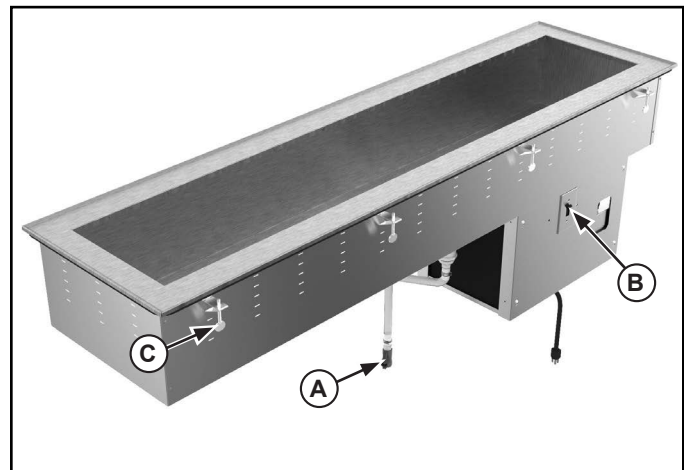

Figure 1. Caractéristiques et commandes
5. Serrez progressivement les vis à oreilles (C) et en alternance pour compresser uniformément le joint. Voir la figure 1. Le joint doit créer un espace égal entre le compartiment et la surface de fixation.
1. Vérifiez le robinet de vidange (A) pour vous assurer qu'il est en position FERMÉE pour éviter la vidange d'eau. Voir la figure 1. Le robinet est en position FERMÉE quand la poignée du robinet forme un T avec le corps du robinet.
3. Placez l'interrupteur (B) en position Marche. Cet appareil n'a pas de thermostat. Laissez fonctionner l'appareil pendant 30 minutes environ. Pour la meilleure performance en utilisant de la glace avec cet appareil, laissez fonctionner l'appareil pendant 2 heures environ avant d'ajouter de la glace. Ceci permettra à la glace de rester solide.